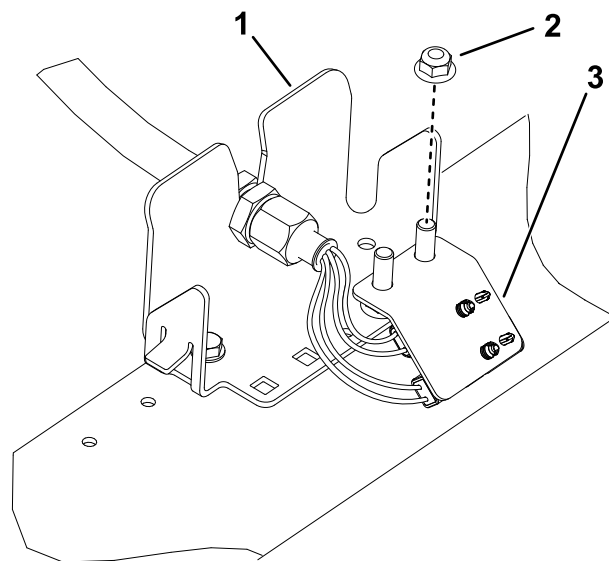
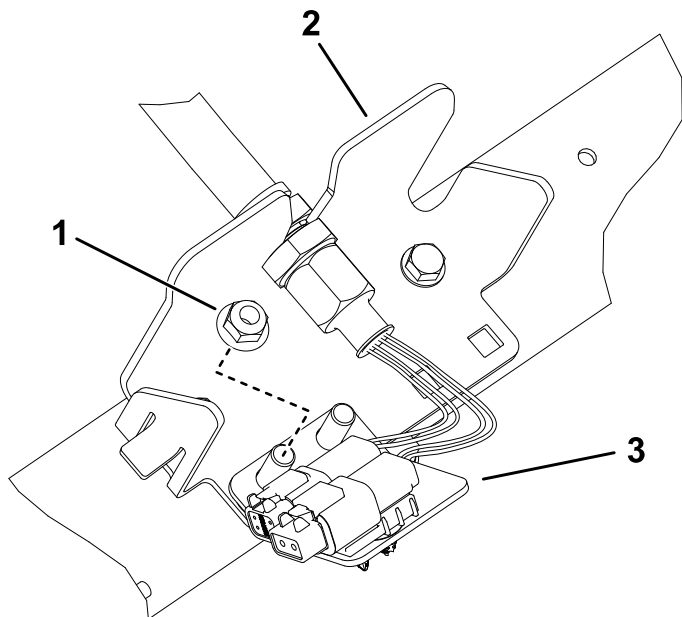

Figura 14
Figura 17
6. Repita el procedimiento en los 4 pasamuros restantes, según lo indicado en las figuras (Figura 14 a Figura 17).